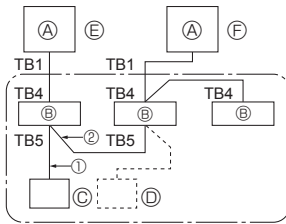

Fig. 9-1
9. Contrôle du système (Fig. 9-1)
- ③ SW 1 - 3 ~ 6